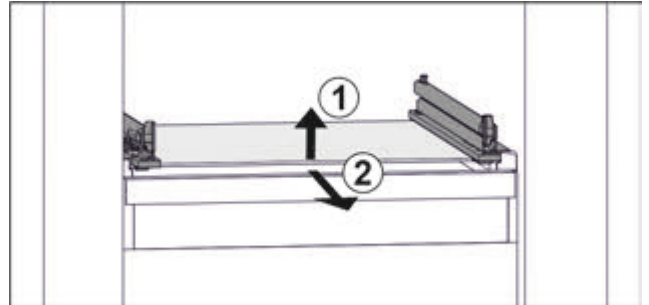

Fig. 98 Приблизне відображення скляної пластини
- ▶ Підняти скляну пластину спереду. Fig. 98 (1)
- ▶ Вийняти скляну пластину рухом вперед. Fig. 98 (2)